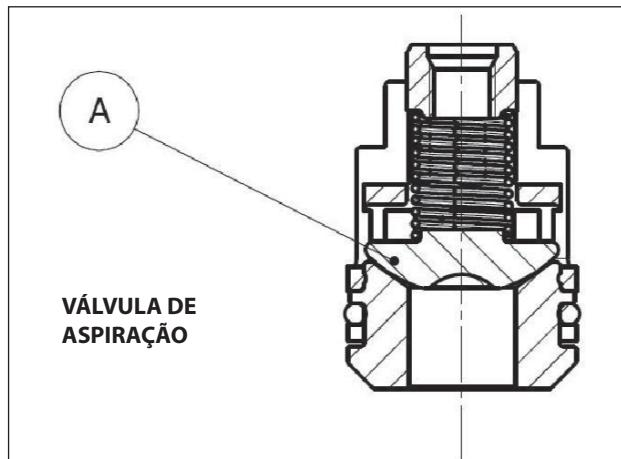
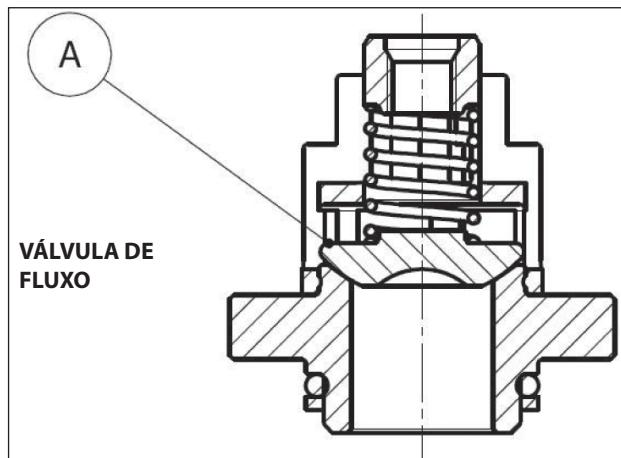

Fig. 26
Fig. 27
- 2. Para versão HF18 – WK355, no entanto, preste atenção para não inverter também as válvulas esféricas de aspiração com aquelas de fluxo "A" (Fig. 26, Fig. 27), pos. de explosão 46, conforme indicado no capítulo 16 do *Manual de uso e manutenção*.**